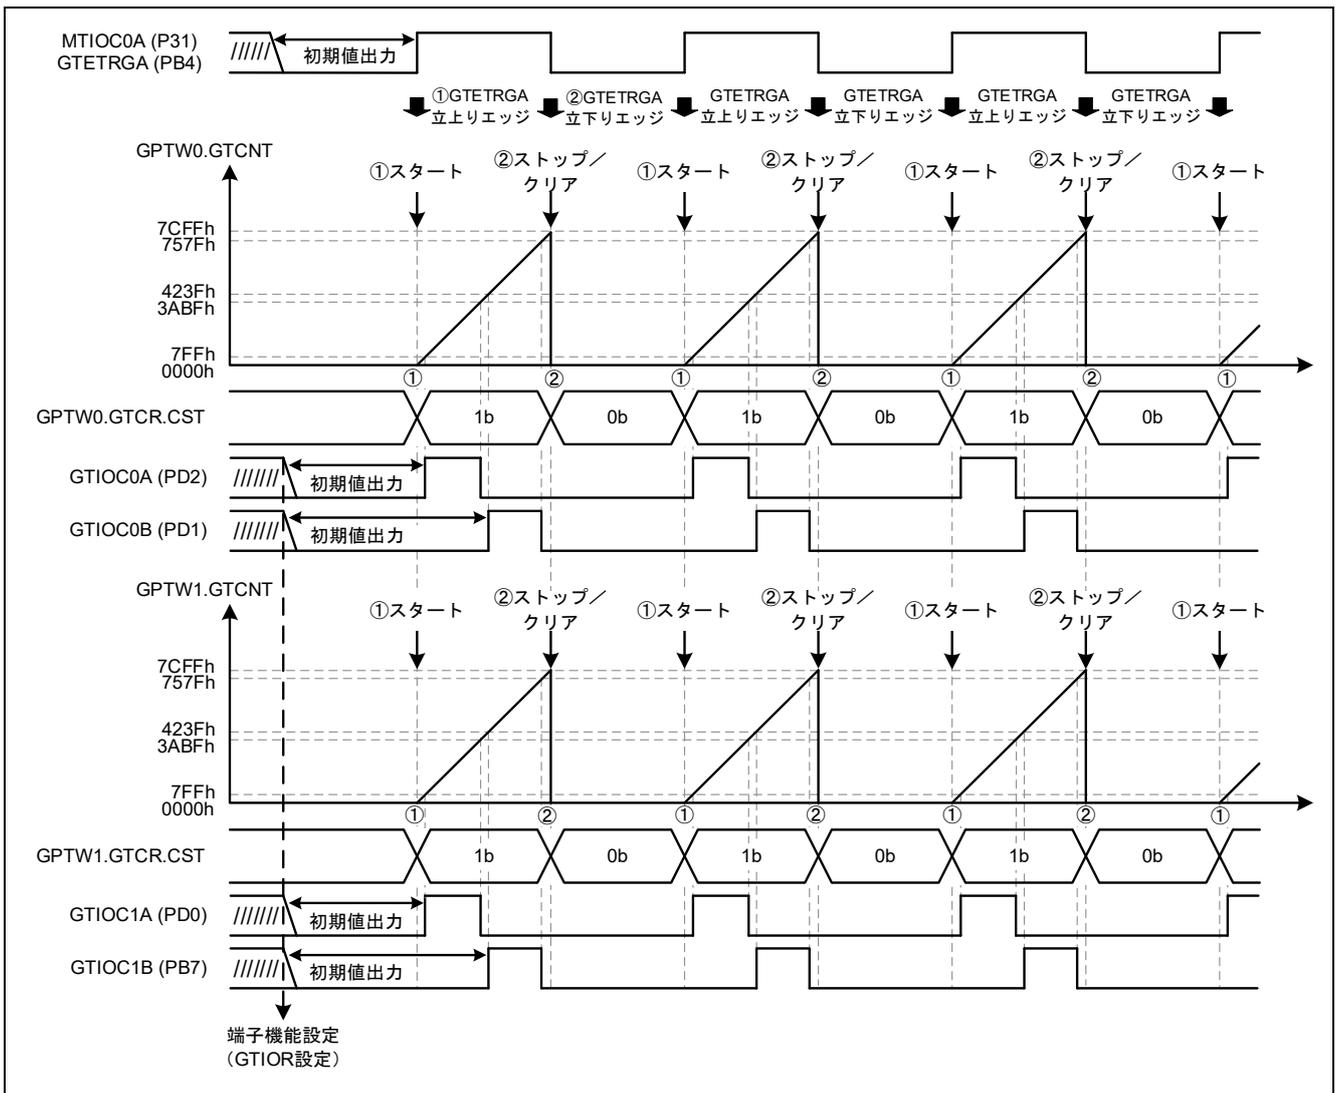

図 4-57 1つの外部入力トリガを使用したMTUとGPTWの同期動作例 (GTETRGA 端子入力の立ち上がりでスタート、立ち下がりでストップ/クリア時)
設定変更後は図 4-57 のような動作となります。
外部トリガ入力端子 GTETRGA 立上りエッジを検出すると、GPTW0、GPTW1 は同期カウントスタートします (図 4-57 ①)。
外部トリガ入力端子 GTETRGA 立下りエッジを検出すると、GPTW0、GPTW1 は同期カウントストップ/クリアします (図 4-57 ②)。